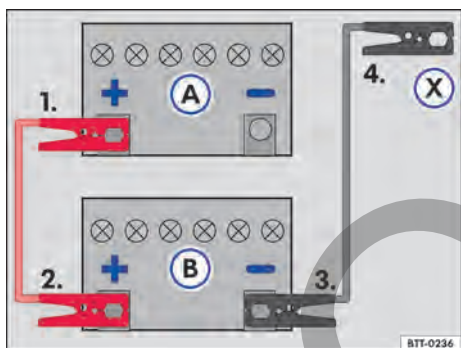

Fig. 197 Esquema para la conexión de los cables auxiliares de arranque: batería del vehículo descargada (A) y batería del vehículo que provee la corriente (B).
Leyenda para → fig. 197:
Conectar el cable de arranque auxiliar solo en la secuencia 1 – 2 – 3 – 4 → fig. 197.
- Conectar una extremidad del cable auxiliar de arranque *rojo* al polo positivo (+) del vehículo con la batería del vehículo descargada → fig. 197 (A) → ⚠️.
- Conectar el otro extremo del cable de arranque auxiliar *rojo* al polo positivo (+) del vehículo que suministra corriente (B).
- Conectar un extremo del cable de arranque auxiliar *negro* al polo negativo (-) de la batería del vehículo que suministra la corriente (B).
- Conectar el otro extremo del cable de arranque auxiliar *negro* (X) al vehículo con la batería descargada en un punto de ayuda al arranque (punto de puesta tierra) o una pieza de metal atornillada firmemente al bloque del motor, sin embargo, no cerca de la batería (A) → ⚠️.